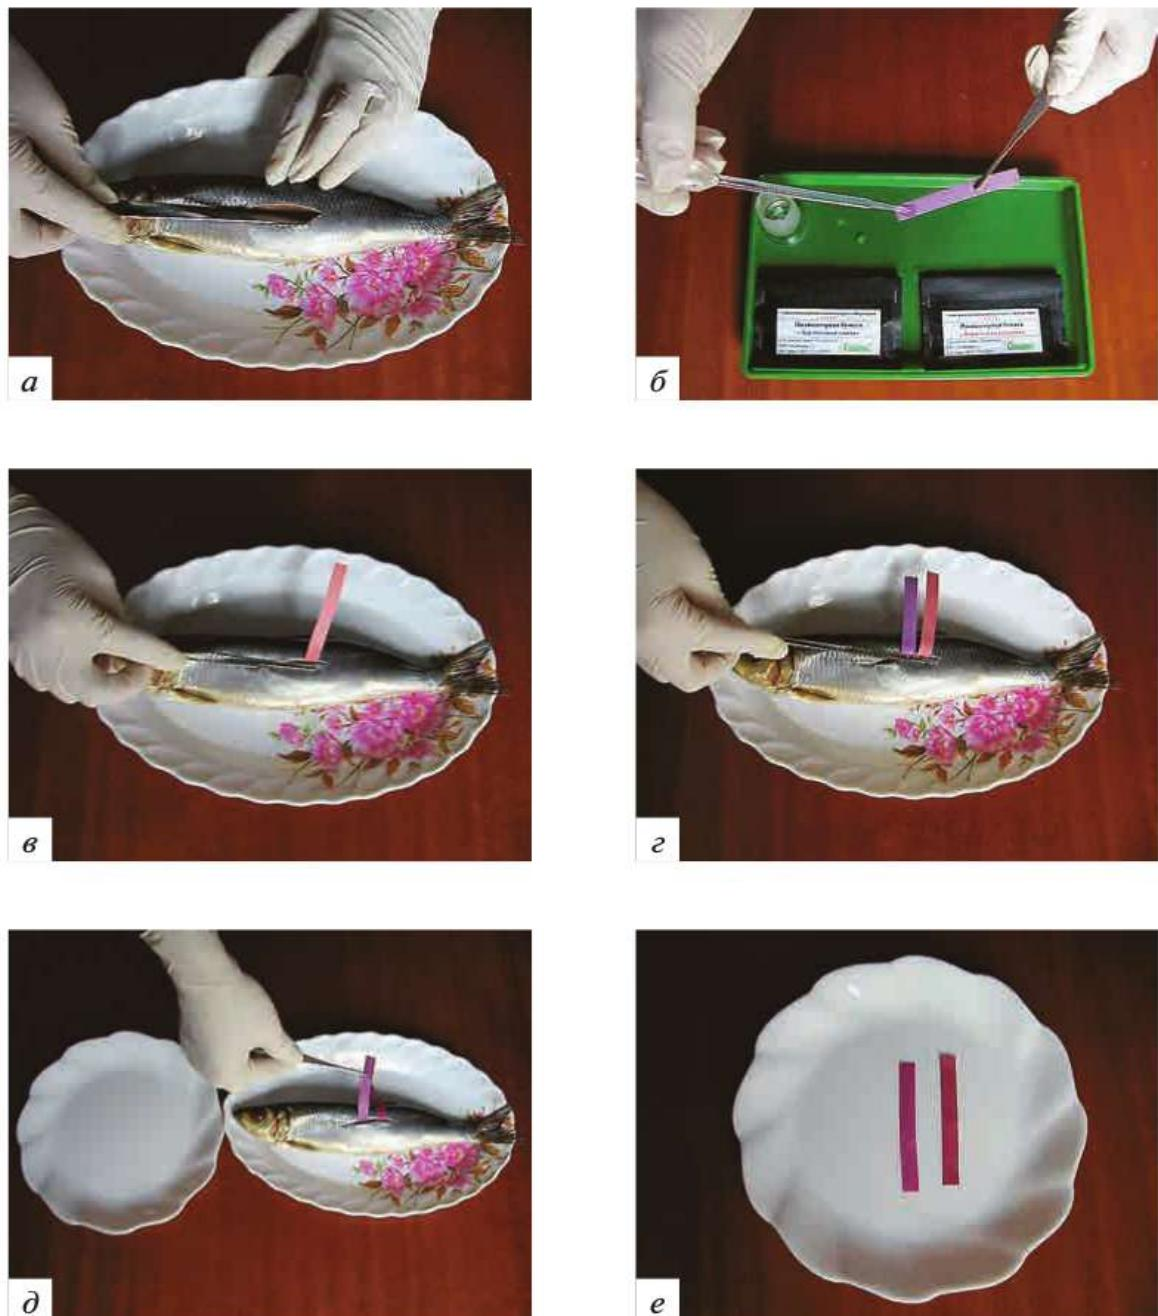

Рис. 7.5. Определение свежести рыбы
1. В рыбе сделайте надрез ножом (например, в свежемороженой сельди) (рис. 7.5, а).
2. Индикаторные бумаги лакмусовая красная и лакмусовая синяя поочерёдно смочите из пипетки-капельницы дистиллированной водой (рис. 7.5, б) и поместите в свежий надрез рыбы, прижав их стеклянной палочкой к мышечной ткани (рис. 7.5, в, г, д).
3. Понаблюдайте за изменением окраски лакмусовых бумаг и через 10 мин сделайте вывод (рис. 7.5, е).